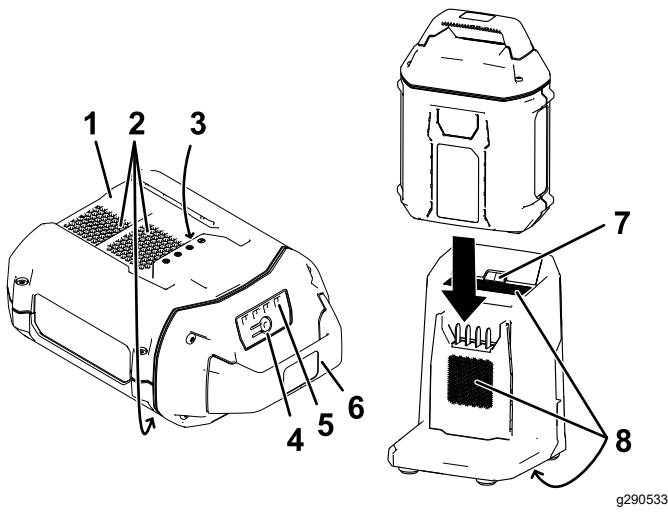

Figura 19
- Aliniați canalul acumulatorului (Figura 19) cu limba încărcătorului.
- Glisați acumulatorul în încărcător până când este fixat corespunzător (Figura 19).